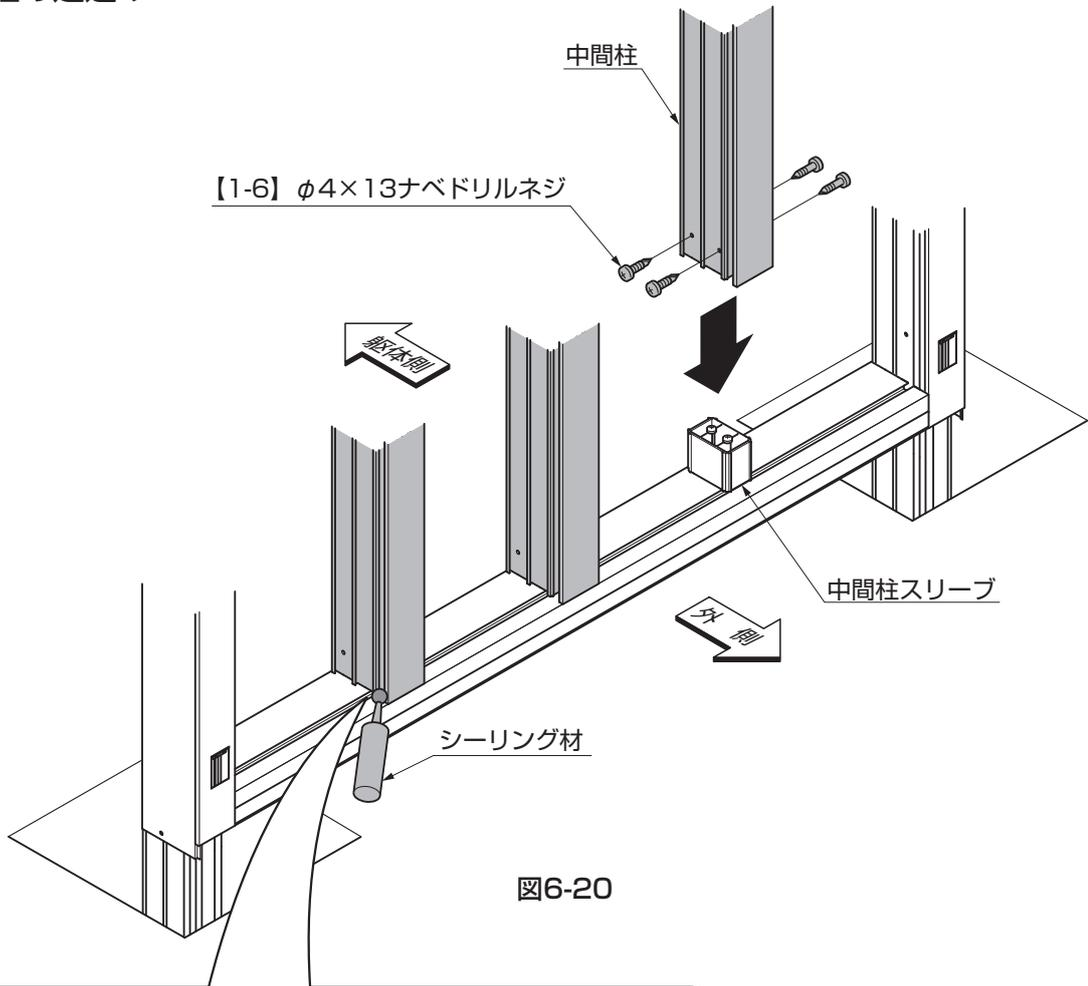

図6-20
- ① 中間柱を中間柱スリーブに、【1-6】で取付けてください。(図6-20参照)
- ② 中間柱を取付けた後、ベースと接する※1の箇所にシーリングをしてください。